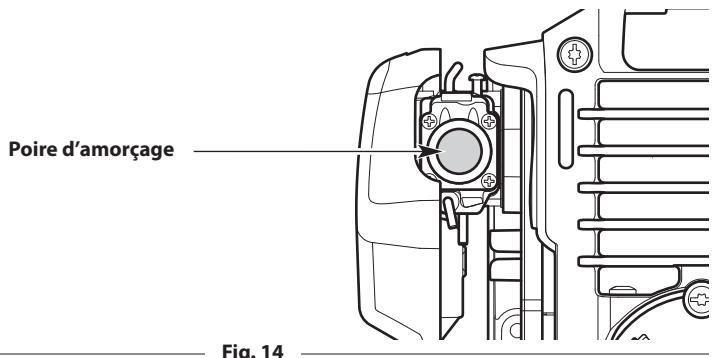

Fig. 14
1. Appuyez lentement et relâchez la poire d'amorçage à **10 reprises** (Fig. 14).